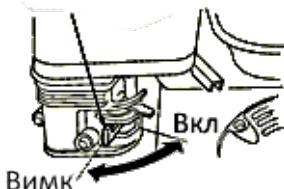

Рисунок 18
- 3) Переведіть паливний важіль у положення «Вимк» (рисунок 18).